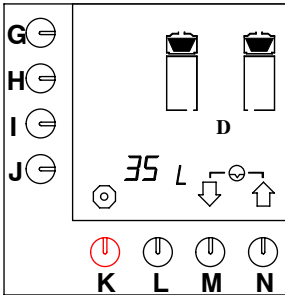

Fig. 41 Reimpostazione del contatore dei giorni della macchina di preparazione del caffè
- Premere il tasto di selezione (M.)↓ fino a che sullo schermo viene visualizzato quanto illustrato nella fig. 41 .